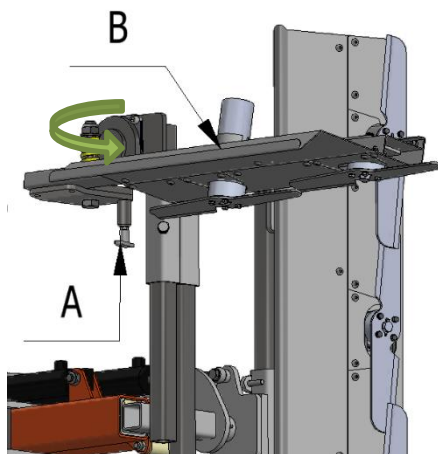

Figura 7.15 – Desativar módulo de corte horizontal
- Desengate o manipulador **A** e rode o Módulo de Corte **B** no sentido indicado na imagem (Figura 7.15).